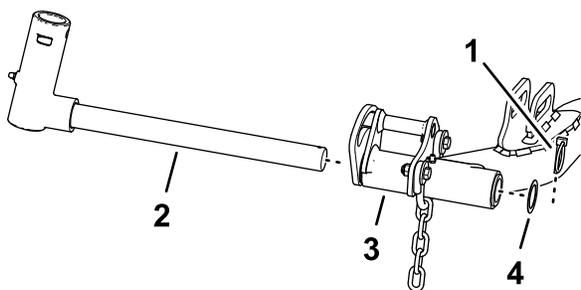

图 27
1. 拆下将提升臂枢轴固定至提升臂的保险销和垫圈，将枢轴滑出提升臂 (图 27)。